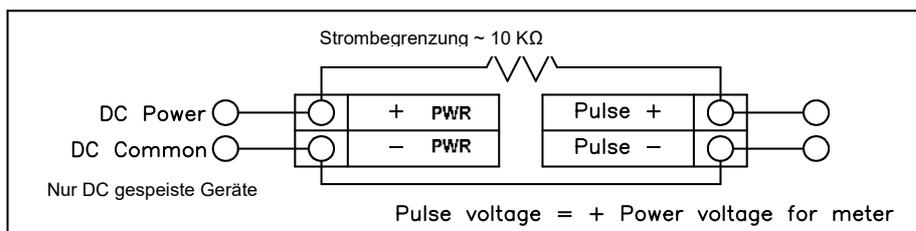

Bild 42 Nicht galvanisch getrennter Puls-Ausgang (interne Hilfsenergie)
2. Verwendung der Hilfsenergie für den Durchflussmesser (nur bei DC Stromversorgung möglich (Bild 42))